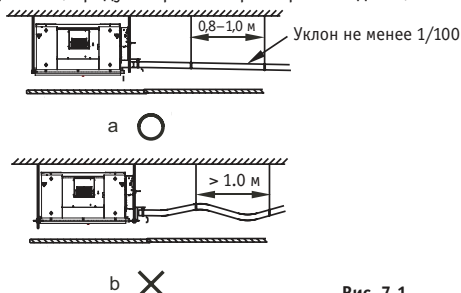

Рис. 7.1
4. Чтобы избежать конденсата обратно в поддон внутреннего блока при выключении системы, дренажная трубка воды должна иметь уклон наружу (к стороне слива) более 1/100. Дренажная трубка конденсата не должна провисать и не сливать воду, в противном случае возникнут проблемы с отводом конденсата. См. рисунок 7.1.
5. При соединении дренажного трубопровода воды не прикладывайте силу, чтобы протянуть трубы, в противном случае соединения трубопроводов конденсата ослабнут. В то же время, чтобы предотвратить прогиб труб дренажа конденсата, предусмотрите опоры через каждые 0,8–1 м. См. рисунок 7.1.